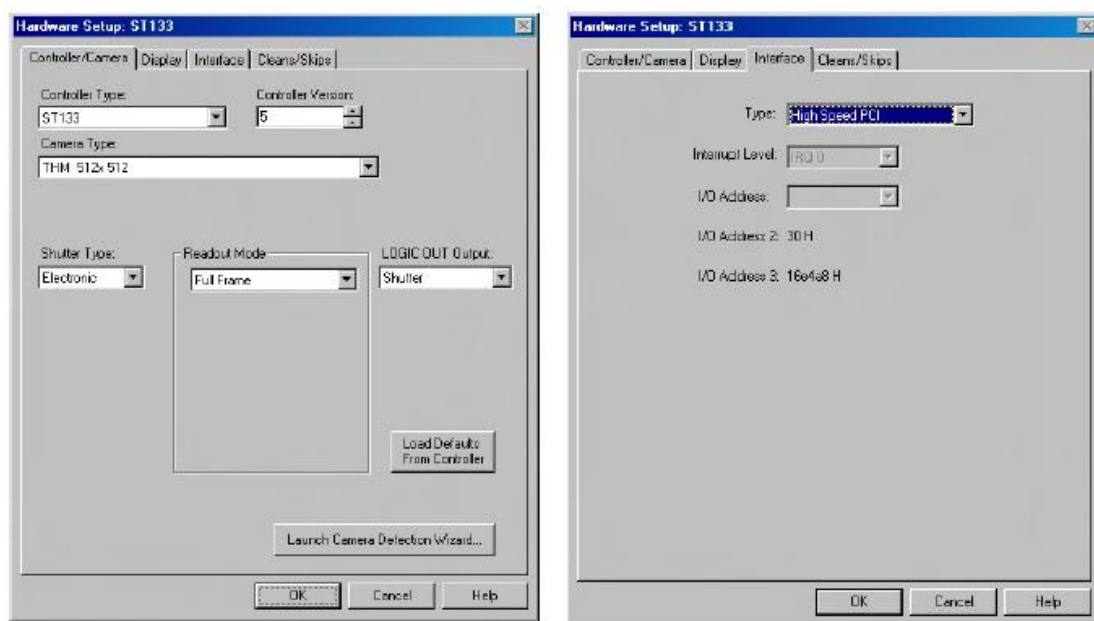

图 43 Hardware Setup: Controller/Camera and Interface 标签页
- 2、 在 **Setup | Hardware | Hardware Setup** 对话框中选择合适的相机/控制器。屏幕显示应与图 43（显示的是 Thomson512*512 全帧相机的设置）类似。
- a. 在 Interface 标签页内选择 **High Speed PCI** 或 **PCI (Timer)** 并输入 I/O Address 和 Interrupt Level。见图 43。